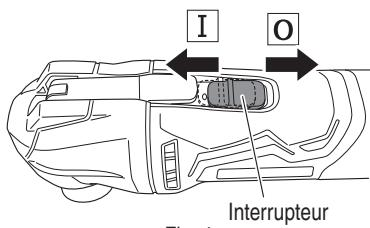

Fig. 4
8. En faisant coulisser le bouton vers **I**, l'outil s'allumera. (Fig. 4)